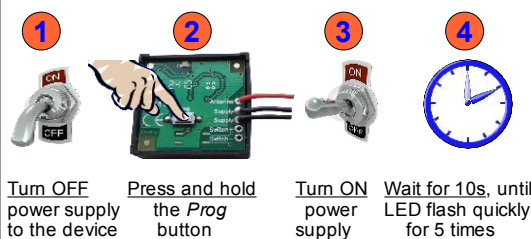

Fig. 3: new code initialization
5. Initialize a new code on the device, as specified in Fig. 3: turn power OFF, press and hold the *Prog* button then turn power ON: LED starts flashing slowly. After 10 seconds LED will flash quickly for 5 times, indicating that the new code has been initialized. Release the *Prog* button.
5. Inizializzare un nuovo codice, come descritto in Fig. 3: togliere alimentazione al dispositivo, premere e tener premuto il tasto *Prog* e alimentazione il dispositivo: il LED lampeggerà lentamente. Dopo 10 secondi saranno emessi 5 lampeggi ad indicare l'inizializzazione di un nuovo codice. Rilasciare il tasto *Prog*.
5. Einbinden einer neuen Code auf dem Gerät, wie in Fig.3: Schalten Sie das Gerät aus, drücken und halten Sie die *Prog*-Taste, dann schalten Sie den Strom ON: die LED langsam zu blinken beginnt. Nach 10s wird LED-Blitz für 5 mal darauf hinweist, dass der neue Code initialisiert wurde. Lassen Sie die *Prog*.